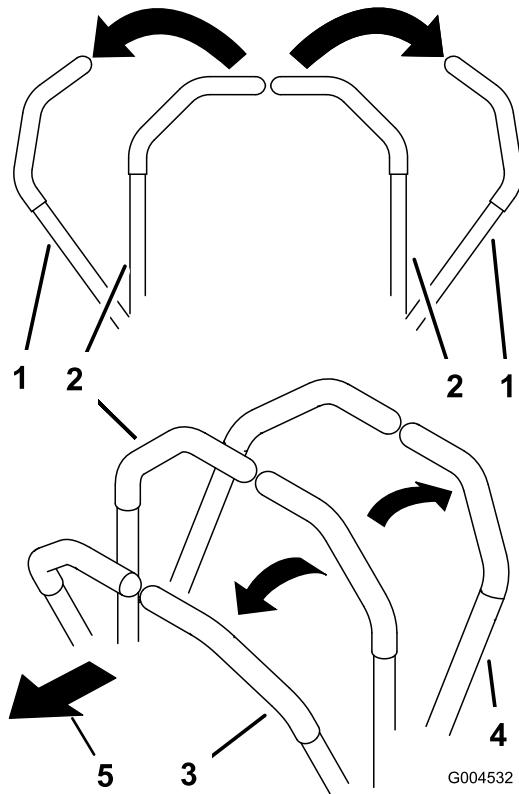

Figura 20
- Para desplazarse hacia adelante en línea recta, empuje lentamente las palancas de control de movimiento hacia adelante (Figura 20).
- Para desplazarse hacia atrás en línea recta, tire lentamente de las palancas de control de movimiento hacia atrás (Figura 20).
- Para girar, ralentice la máquina tirando hacia atrás de ambas palancas, y luego empuje hacia adelante la palanca del lado opuesto del sentido de giro (Figura 20).